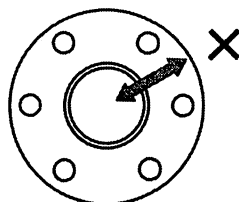

図 3.1 ツールを使用する際の方向（放射状）
- ① クリーニングで使用するツールは、フランジのシート面の傷及び摩耗を最小にするために、フランジのシート面の材質よりも軟らかいものを使用することが望ましい。
- ② ツールを使用する際には、フランジのシート面の傷による漏洩を防止するため、図 3.1 のような方向（放射状）での使用は極力避ける。